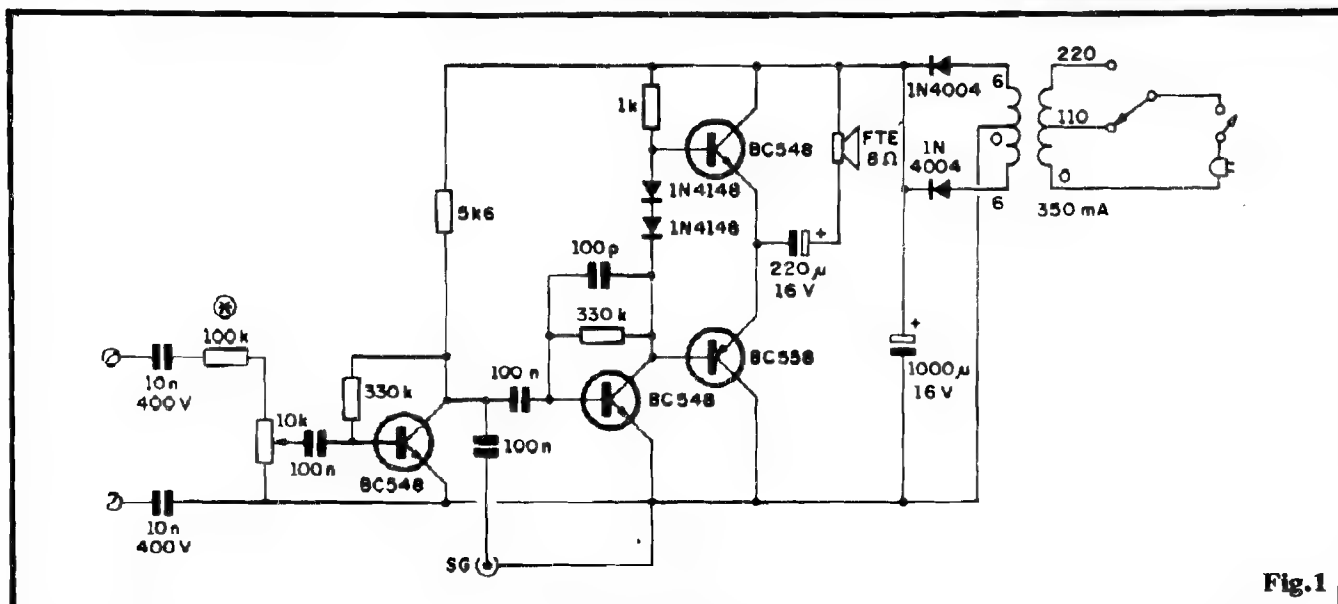

Fig.1
- FIG. 1 - O CIRCUITO - Conforme já foi mencionado, a estrutura do MALT é muito simples, em termos eletrônicos: no centro do sistema temos um amplificador de áudio, totalmente transistorizado, baseado em 3 BC548 e 1 BC558 (todos comuns e baratos...), num arranjo já clássico, que permite alto ganho e boa Potência final, mais do que suficiente para plena excitação de um alto-falante (a Potência final real não atinge 1 watt, mas se o Leitor considerar que um radinho portátil, a pilhas, não tem Potência de áudio maior do que uns 0,2W, já dá pra "sentir" que a intensidade sonora não é de se desprezar...). Na Entrada geral do circuito, um módulo especialmente dimensionado, se encarrega de - ao mesmo tempo - isolar eletricamente a linha telefônica do circuito e permitir a passagem dos sinais a serem amplificados, promovendo também um sensível "casamento" de impedâncias e características, para que a distorção seja mantida em níveis aceitáveis, e a "fidelidade" seja tão boa quanto possível (não esquecer que o áudio de linhas telefônicas é - inerentemente - de baixa fidelidade...). Esse módulo é composto de dois capacitores de 10n x 400V, conjugados a um resistor de 100K e ao potenciômetro de 10K (através do qual podemos nivelar o sinal e controlar a intensidade final do áudio...). Obser-